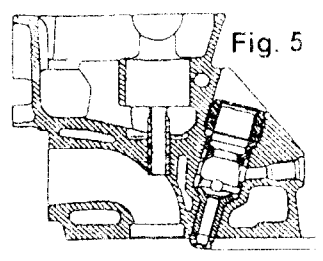

Fig. 5
**Nota:** En caso de que se haya retirado la culata de cilindros, en vez de medir la altura "X", se medirá directamente la proyección específica "C", seleccionando el anillo separador (Fig. 5).